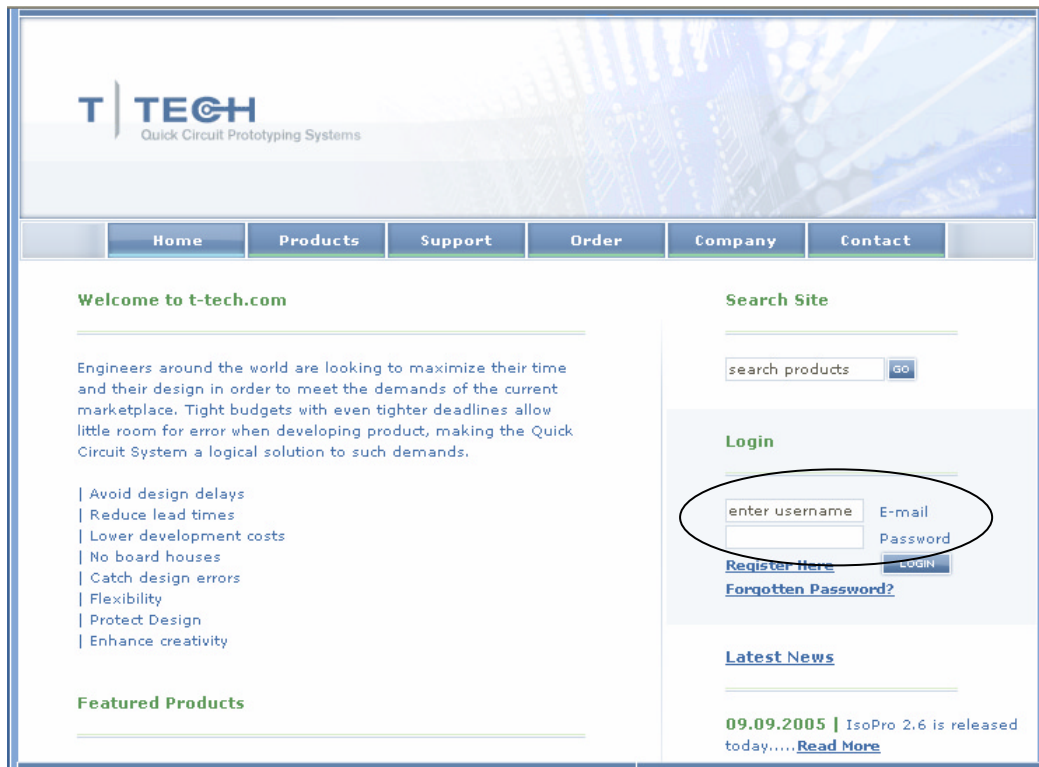

Figura 2.30. Instalación de ISOPRO desde Internet
**Paso 1:** Ingrese a la siguiente dirección electrónica [www.t-tech.com](http://www.t-tech.com). Luego de unos instantes podrá visualizar la siguiente ventana mostrada en la figura.2.30
**Paso 2:** Para poder ingresar al área de descargas se deberá escribir una dirección de correo electrónico, un password y hacer clic en **Login** para continuar, tal como se aprecia en la figura 2.30. Ahora bien, si se lo desea, se puede crear un nuevo registro con la propia información del operador o bien utilizar los siguientes datos que se han provisto con el fin de colaborar con el trabajo.